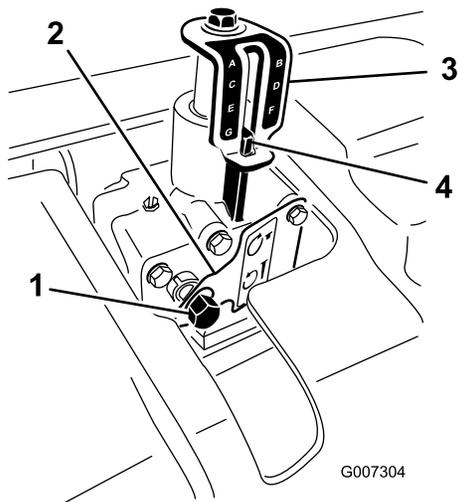

Рисунок 23
- Установите головку 9/16 дюйма с храповым механизмом на входной вал устройства регулировки глубины (Рисунок 23).
- Поворачивайте устройство регулировки глубины по часовой стрелке для уменьшения глубины аэрации или против часовой стрелки для ее увеличения. (Рисунок 23).
- Поворачивайте входной вал устройства до достижения требуемой глубины аэрации, как показано на наклейке с указателем глубины (Рисунок 23).